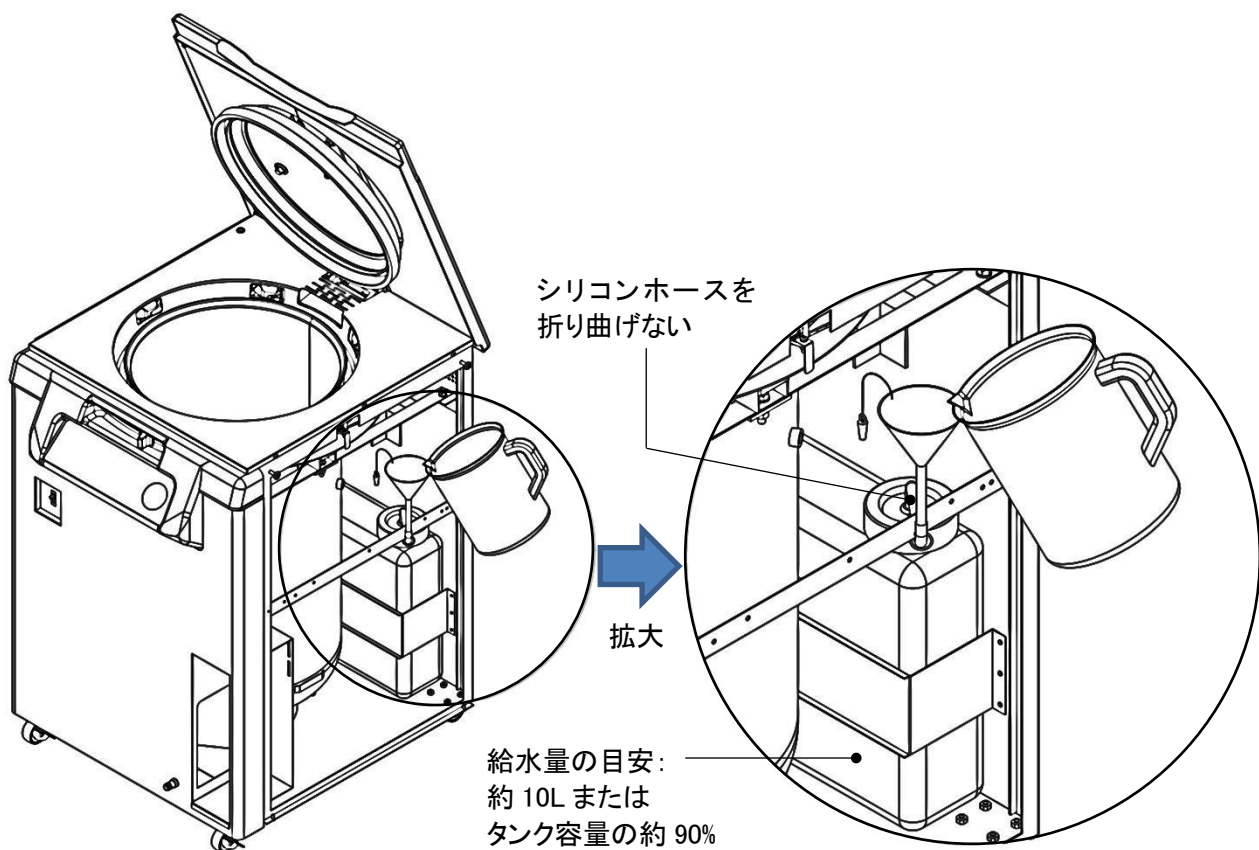

図 2
- ③ シリコンホースを折り曲げないようにして、図 2(次のページ)のように給水する。